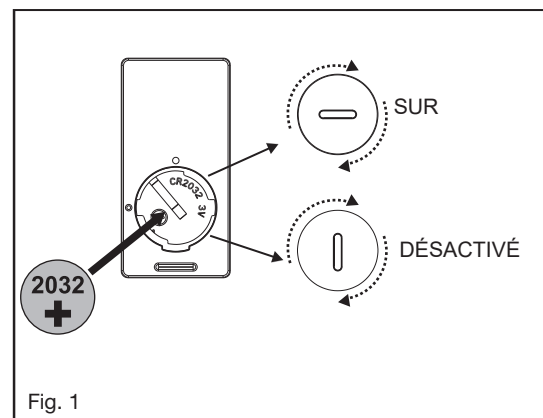

Fig. 1
- 1 Sélectionnez un emplacement souhaité. Utilisez la plaque murale pour marquer l'emplacement des trous de montage. Des chevilles murales en plastique ou des vis de montage sont nécessaires pour cette application. (Fig. 1)
Retirez le panneau de l'émetteur, puis installez une pile 2032 (incluse). Vous devez utiliser une pièce de monnaie pour ouvrir ou fermer le couvercle de la batterie. Pour éviter d'endommager l'émetteur, retirez la batterie s'il n'est pas utilisé pendant de longues périodes (Fig. 1).